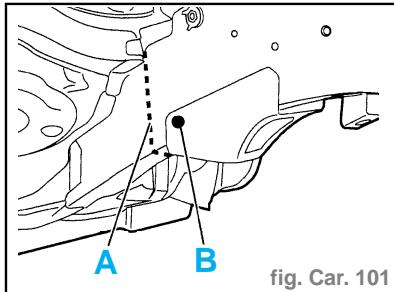

fig. Car. 101
- Souder par cordons successifs au MIG (suivant A) (fig. Car. 101).